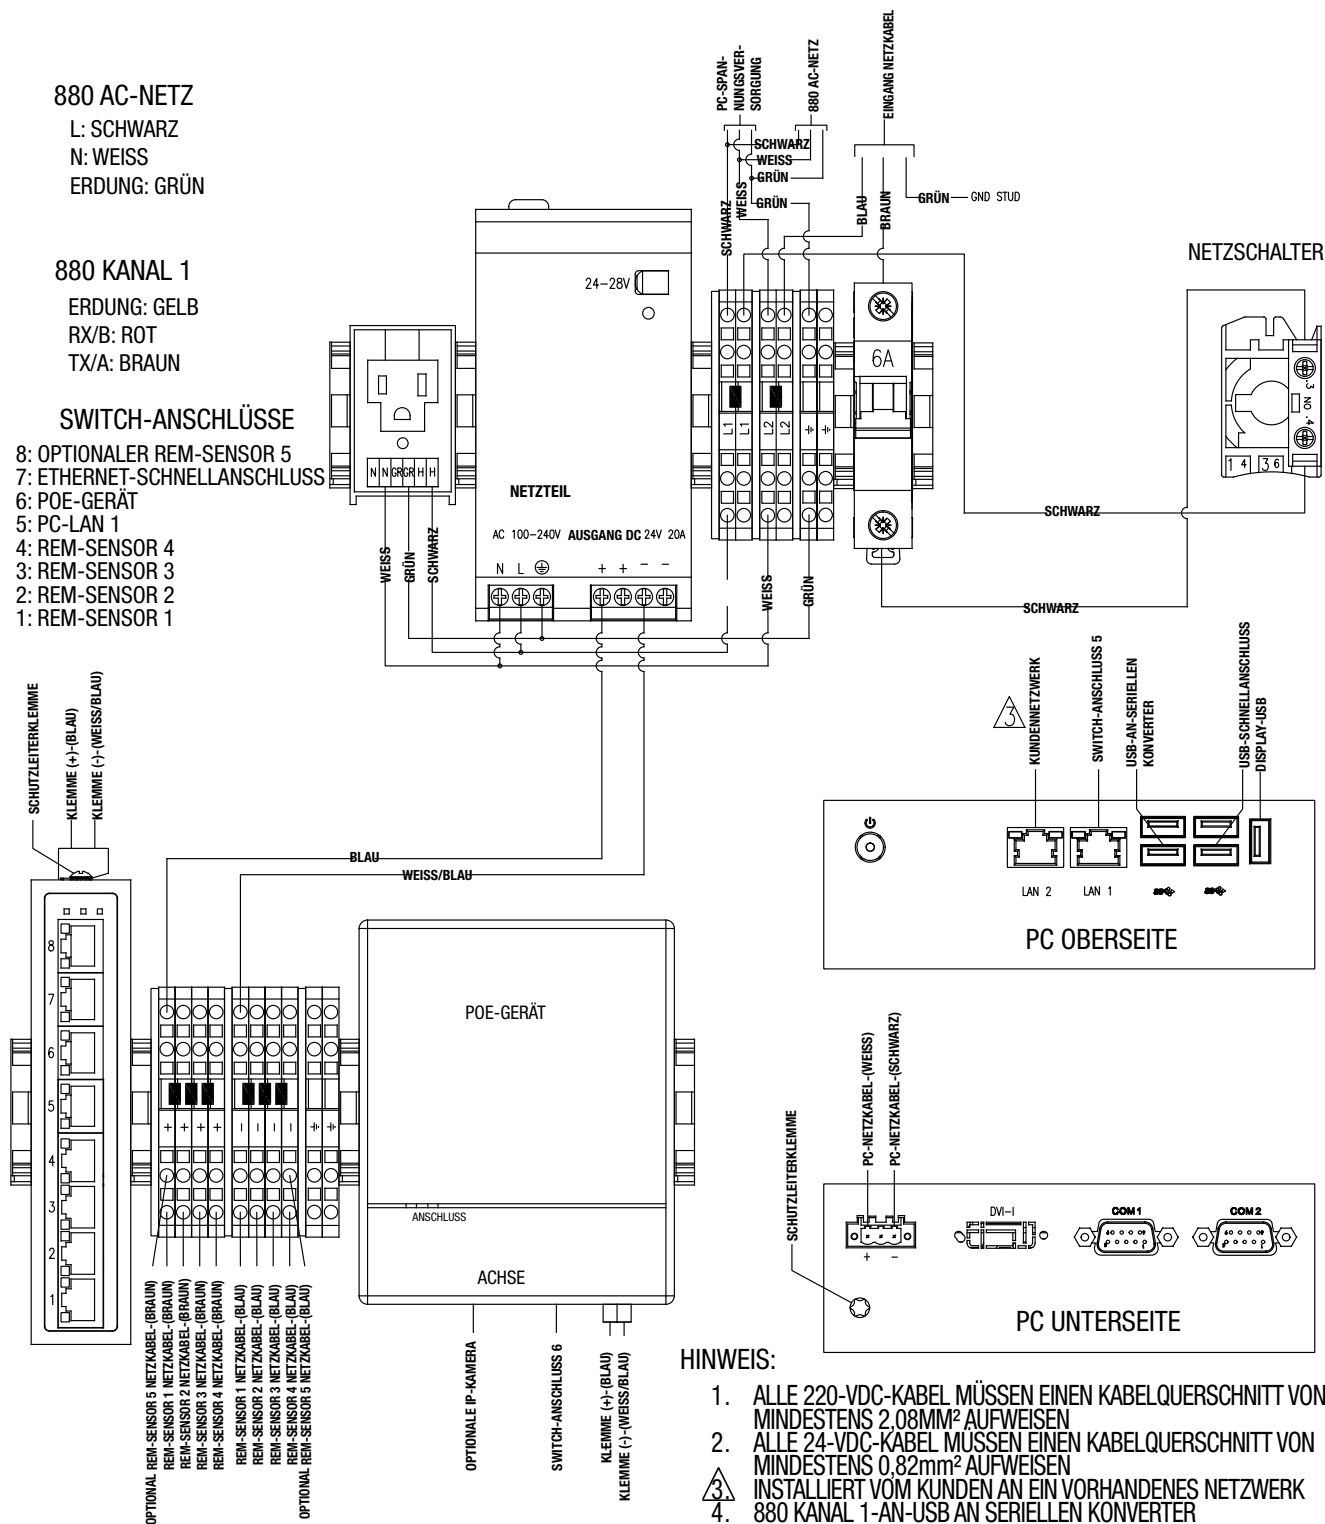
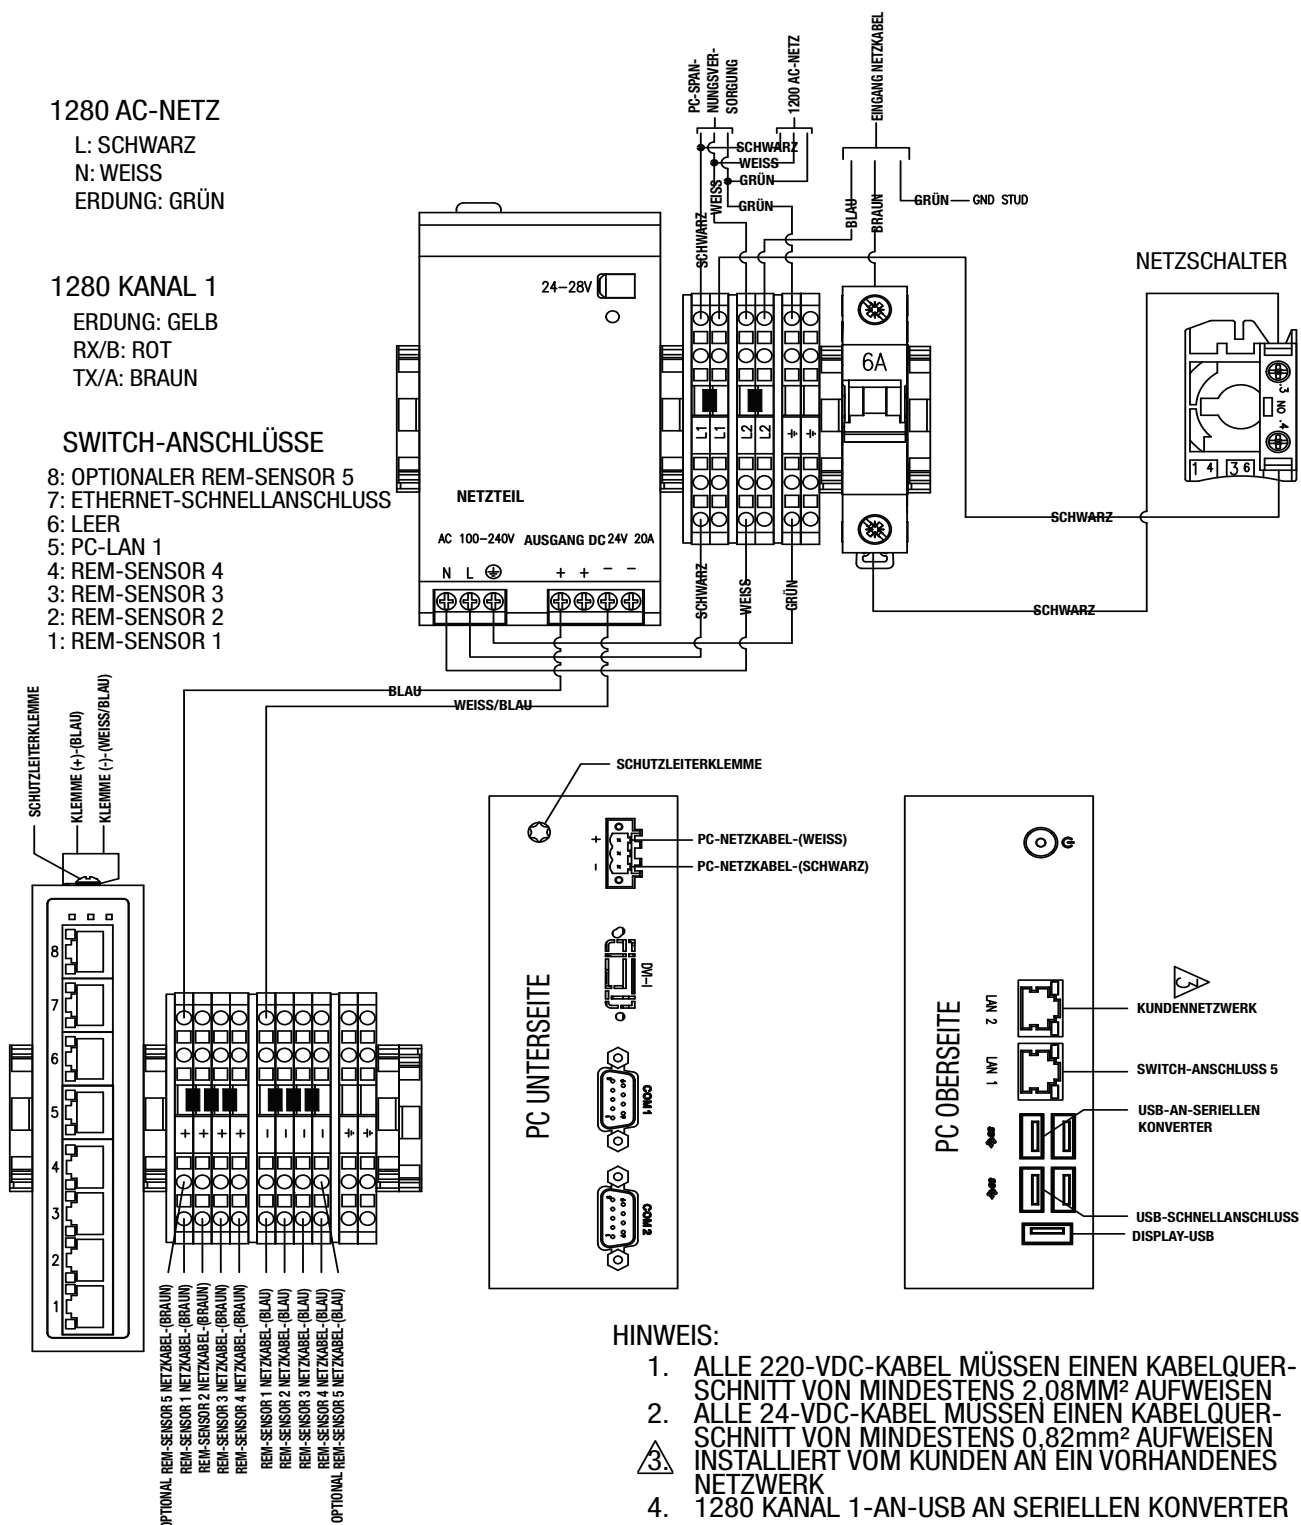

Abbildung 3-20. 880-Verdrahtungsdiagramm
Abbildung 3-21. 1280-Verdrahtungsdiagramm
8. Isolieren Sie das Festkabel der SUMMIT 3000-Waage ab und schließen Sie es an den Indikator an (Abbildung 3-20 für den 880-Indikator und Abbildung 3-21 auf Seite 27 für den 1280-Indikator) an.